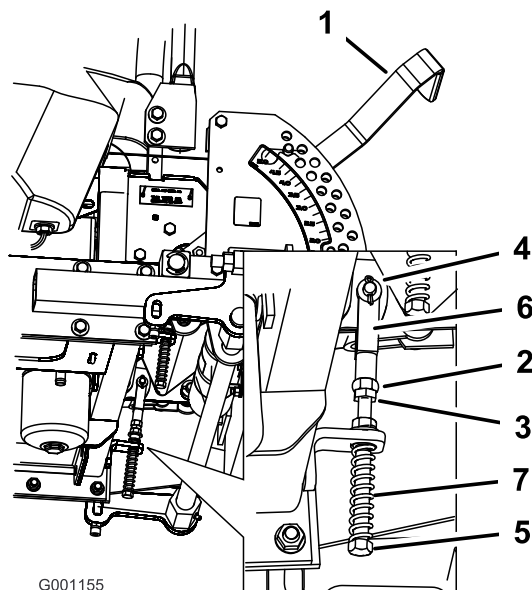

Figure 74
8. Si un réglage s'impose, desserrez l'écrou et l'écrou de blocage vissés contre la chape (Figure 74).
9. Appliquez une légère pression à l'arrière du levier, et tournez la tête du boulon de réglage dans le sens voulu pour centrer le levier à la position de verrouillage du point mort (Figure 74).
10. Serrez l'écrou et l'écrou de blocage (Figure 74).